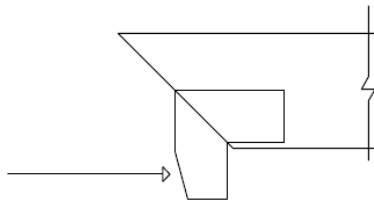

Figura 2
4. Após a colocação da guarnição superior, ficarão expostas duas abas das cantoneiras plásticas (figura 2).